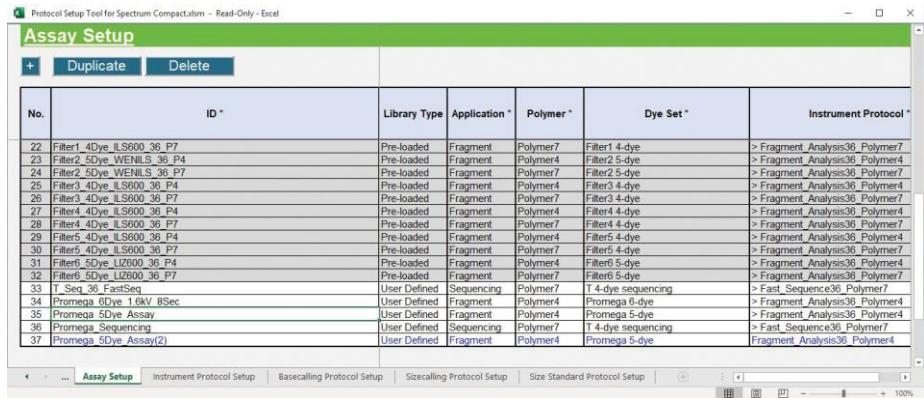

図 202 コピーした Assay を含む Assay Setup ワークシート画面
3. ユーザーが定義した既存のプロトコルを上書きしない場合、希望する assay ID を選び、「Assay Setup」ワークシートの上部にある Duplicate を選択してください。新しい assay は、コピーされたものと同じ名前になりますが、末尾に数字が付きます。（図 202）